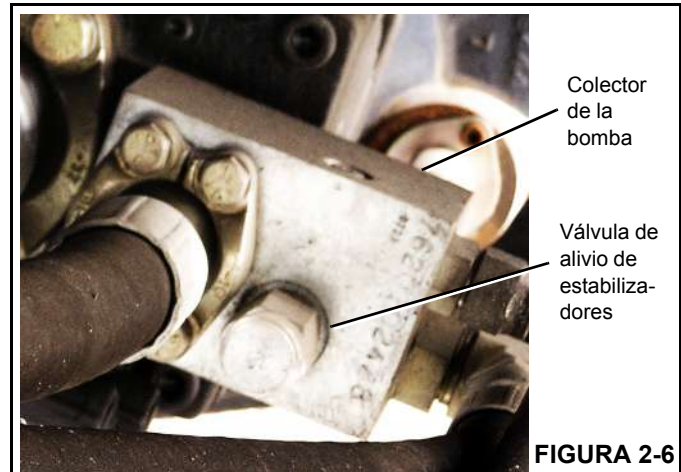

FIGURA 2-6
4. Active la función de retracción para el estabilizador seleccionado. Ajuste la presión de alivio a 20 684 +689/-0 kPa (3000 +100/-0 psi). La válvula de alivio para el circuito del estabilizador está ubicada en el colector de la bomba (Figura 2-6).